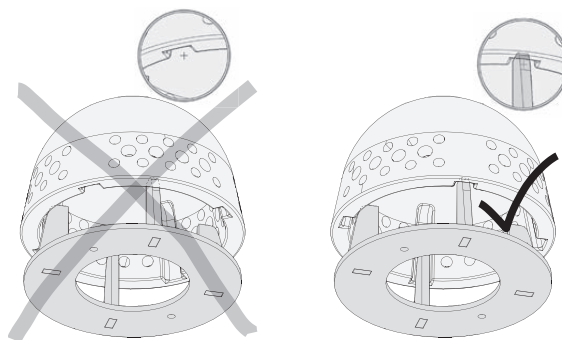

Fig. 45 Inserimento della spina aria primaria
- ▶ Importante: La scanalatura di guida deve innestarsi – Fig. 45.